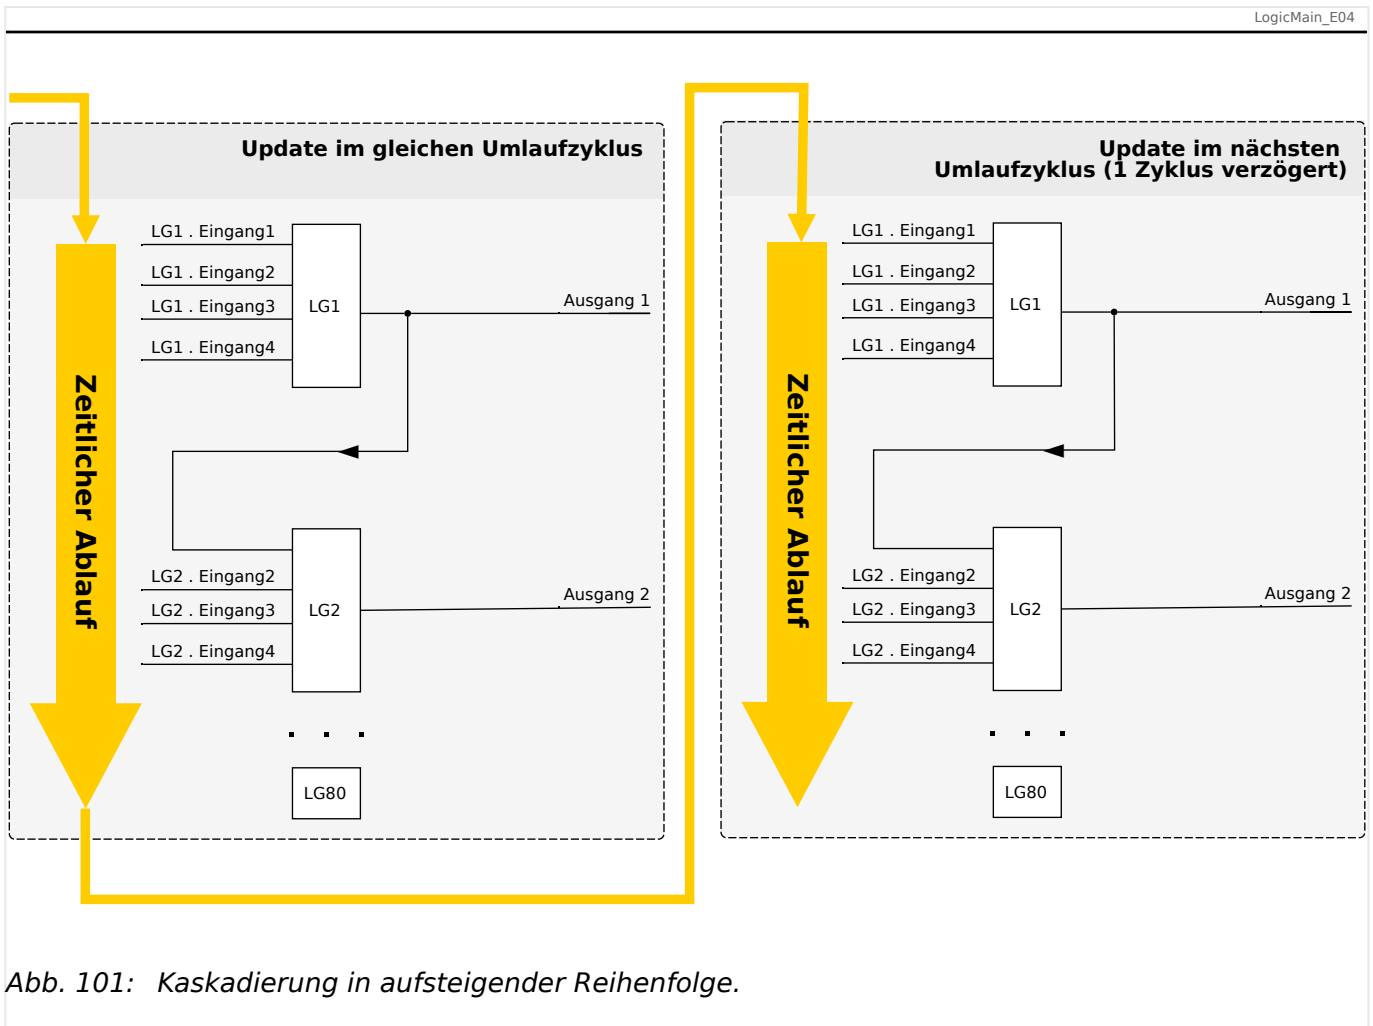
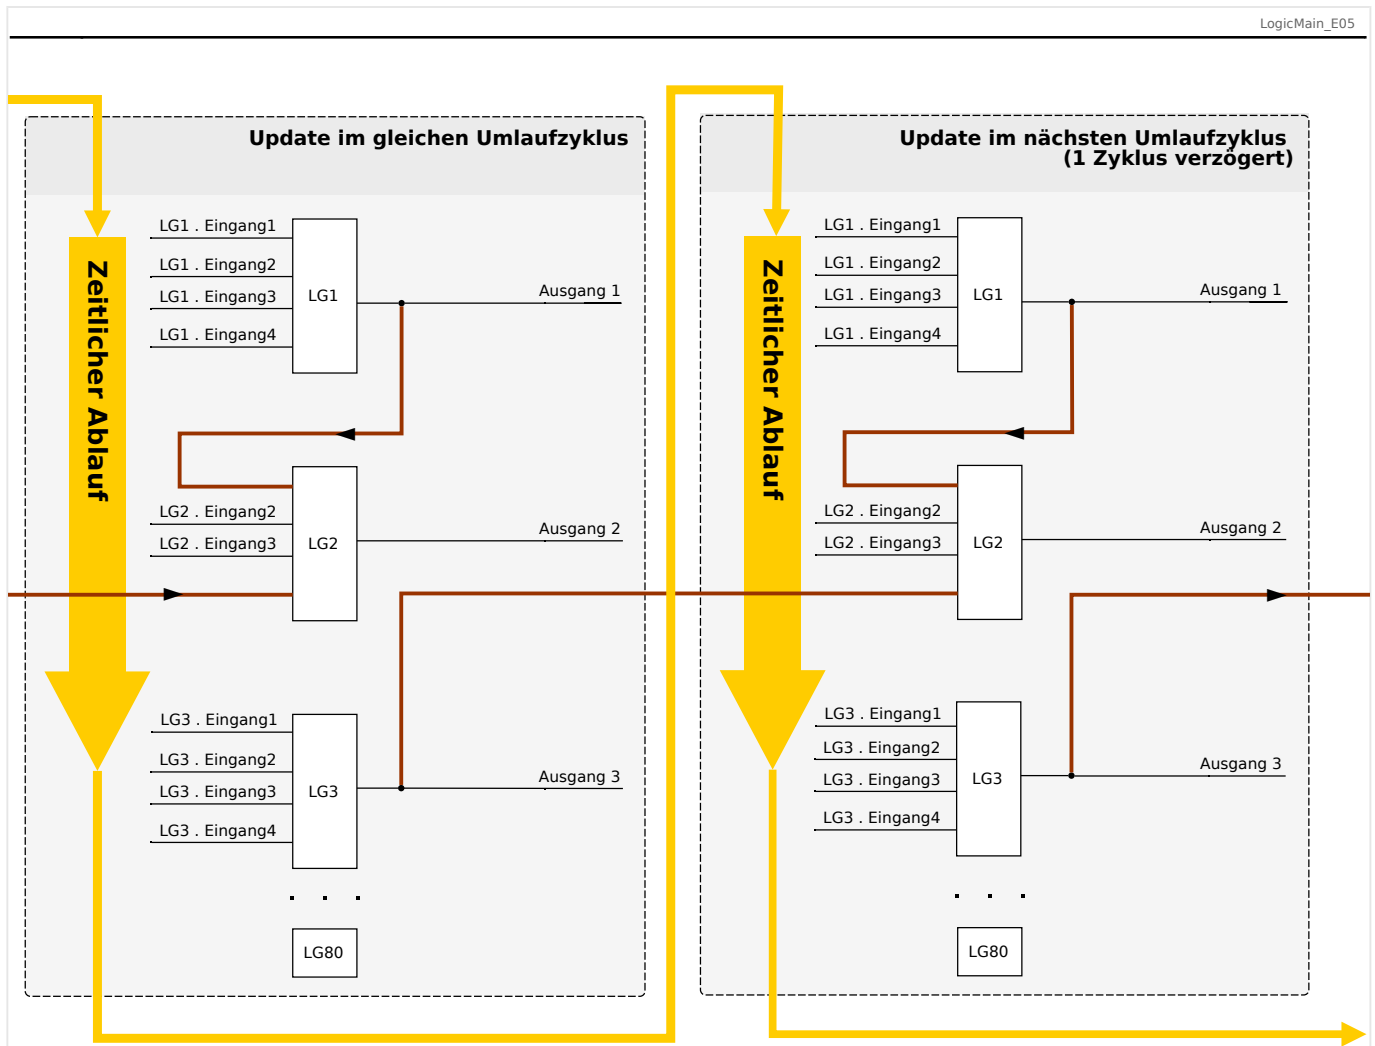

Abb. 101: Kaskadierung in aufsteigender Reihenfolge.
Abb. 102: Kaskadierung in absteigender Reihenfolge.
- Kaskadierung in **aufsteigender** Reihenfolge bedeutet, dass der Ausgang einer Logikgleichung auf den Eingang einer Logikgleichung mit **höherer** Nummer rangiert wird. Das Diagramm  Abb. 101 weiter unten zeigt ein Beispiel, bei dem der Ausgang von LG1 auf einen Eingang von LG2 rangiert wird.
- Kaskadierung in **absteigender** Reihenfolge bedeutet, dass der Ausgang einer Logikgleichung auf den Eingang einer Logikgleichung mit **niedrigerer** Nummer rangiert wird. Das Diagramm  Abb. 102 zeigt ein Beispiel, bei dem der Ausgang von LG3 auf einen Eingang von LG2 rangiert wird.
Bei der Konfiguration des Schutzgerätes bestehen keinerlei Einschränkungen oder Unterschiede zwischen aufsteigender und absteigender Reihenfolge. Da allerdings während der Laufzeit des MRI4 die Logikgleichungen in aufsteigender Reihenfolge ausgewertet werden, haben die resultierenden Ausgangswerte, die am Eingang der Logikgleichung anstehen, ein unterschiedliches „Alter“, wie in  Abb. 101 und  Abb. 102 veranschaulicht wird.
Das in Abb. 102 gezeigte Beispiel zeigt eine Konfiguration von „Logikgleichung 2“, die den Ausgang von zwei weiteren Logikgleichungen, „Logikgleichung 1“ und „Logikgleichung 3“, als Eingangszustände verwendet. Hierbei ist der Ausgang von „Logikgleichung 1“ in aufsteigender Reihenfolge verwendet, sodass der Wert in jeweils demselben Prozesszyklus ermittelt wird. Der Ausgang von „Logikgleichung 3“ wird in absteigender Reihenfolge verwendet, sodass der Wert in dem jeweils vorherigen Prozesszyklus ermittelt wurde.